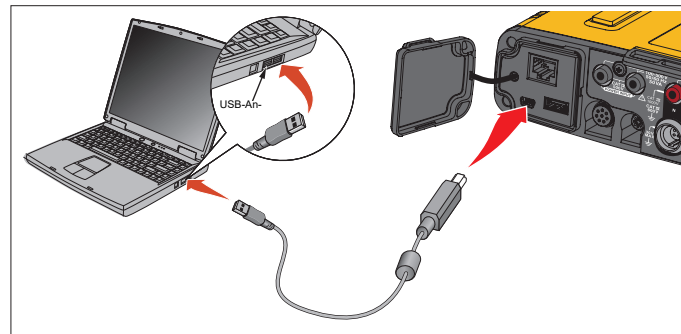

Abbildung 9. Verbindung zwischen Power Logger und PC
3. Schließen Sie das USB-Kabel an die USB-Anschlüsse des Computers und des Loggers an. Siehe Abbildung 9.
Wenn der WLAN-Hotspot aktiviert ist, leuchtet die LED „WLAN-Hotspot“ grün. Wenn diese LED nicht leuchtet, schließen Sie das USB-Kabel an. Siehe Abbildung 9, und gehen Sie zu Schritt 5.